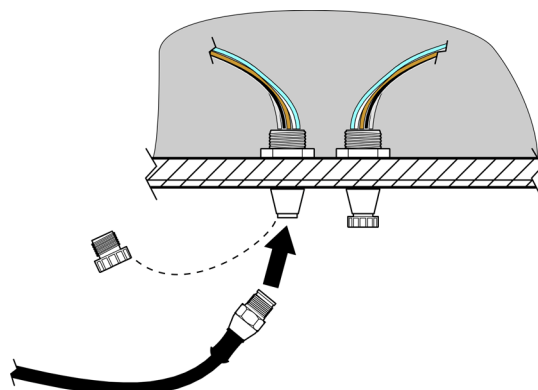

図 6 クイックコネクタを使用してセンサーをコントローラーに取り付ける
1. コントローラーのソケットにある保護キャップのネジを取り外します (図 6)。保護キャップは保管しておいてください。センサーを取り外す必要があるときに、コネクタ開口部を密封するために必要です。